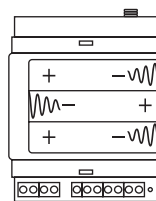

Fig.8
C. (opzionale) Inserire un piccolo cacciavite a taglio tra la base e il pannello frontale di Easy FV, nelle apposite guide presenti nella base, e fare leva per sollevare il pannello frontale con l'etichetta. Inserire le tre batterie ricaricabili cariche, rispettando la polarità indicata (Fig.8). Richiudere il pannello frontale con l'etichetta (per approfondire la funzione delle batterie riferirsi al paragrafo *Batterie*).